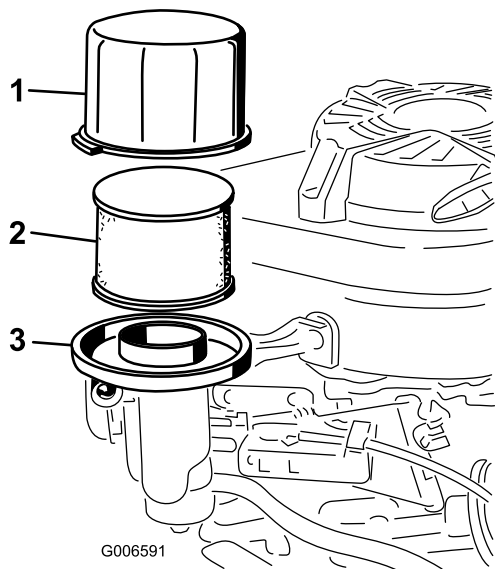

Рисунок 28
3. Снимите крышку и тщательно очистите ее (Рисунок 28).
4. Снимите фильтр предварительной очистки из вспененного материала и бумажный фильтр (Рисунок 28).
5. Снимите фильтр предварительной очистки из вспененного материала с бумажного фильтра (Рисунок 28) и замените бумажный фильтр, если он сильно загрязнен.
6. Переверните машину так, чтобы воздушный фильтр был направлен вверх, чтобы слить масло в сливной поддон (Рисунок 28).